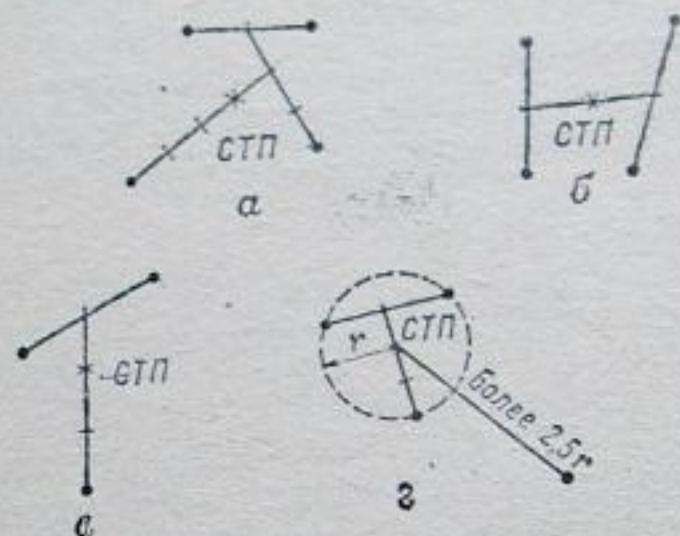

Рис. 45. Определение средней точки попадания:
Точка деления, ближайшая к первым трем пробойнам, и будет средней точкой попадания четырех пробойн (рис. 45, а).
Среднюю точку попадания можно определить также следующим способом: соединить пробойны попарно, затем соединить середины обеих прямых и полученную линию разделить пополам; точка деления и будет средней точкой попадания (рис. 45, б).
80. Если все четыре пробойны не вмещаются в круг диаметром 15 см, то среднюю точку попадания разрешается определять по трем более кучно расположенным пробойнам при условии, что четвертая пробойна удалена от средней точки попадания трех пробойн более чем на 2,5 радиуса круга, вмещающего эти три пробойны (рис. 45, г).
Точка деления, ближайшая к первым двум пробоинам, и будет средней точкой попадания (рис. 45, в).